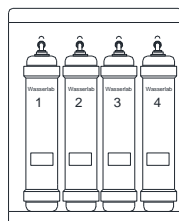

Figure 11.2
- Accéder à l'emplacement du prétraitement. (Cartouches [1] et [2]): Les cartouches sont installées à l'intérieur de l'équipement, sur le côté droit. Retirez le capot droit pour accéder au prétraitement. Voir figure 11.2.